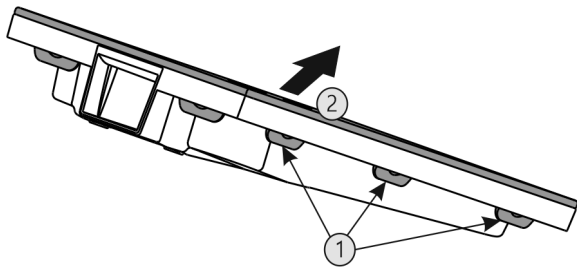

Fig. 39
- ▶ Premere una dopo l'altra tutte le linguette Fig. 39 (1) e rimuovere la copertura Fig. 39 (2).